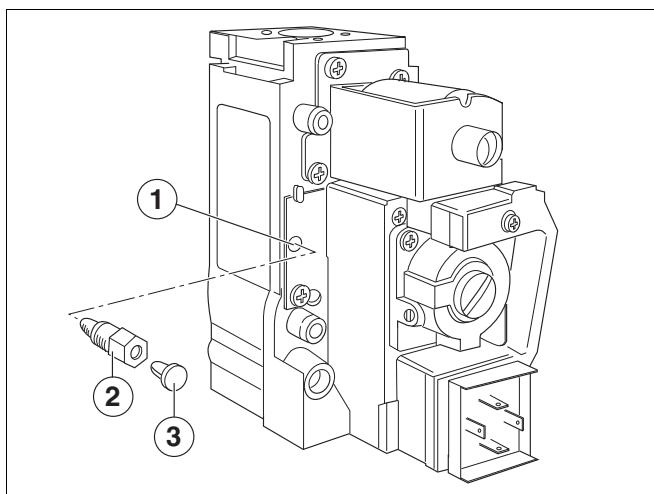

图 1 Honeywell VR 4601 C/CB 气体燃烧器组件
• 取下新组件启动负载开口上的保护盖并旋入两个附带的启动负载适配器中的一个（图 1）：
- 出于安全原因，请务必给启动负载适配器装上保护盖。也可以将启动负载开口的保护盖安装在启动负载适配器上（图 1）。